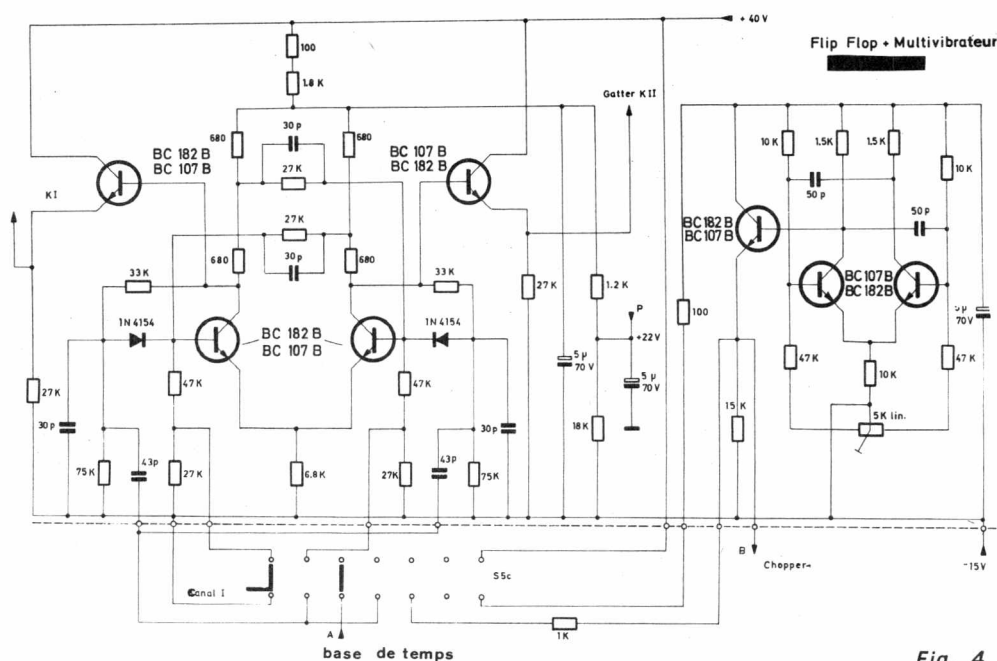

Fig. 4
c) Le commutateur électronique (fig. 4) :